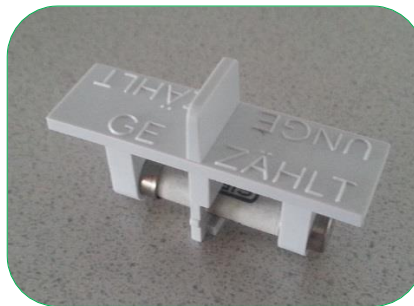

Bild 48: Wechseln von Sicherung
2. Sicherung nach seite durchschieben, wechseln und an Position bringen (siehe Bild 48).